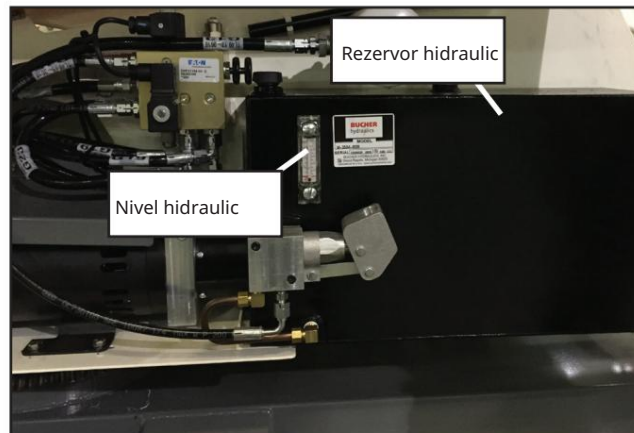

Figura 7 - Rezervor hidraulic
1. Asigurați-vă că platforma aeriană este complet depozitată pe o suprafață plană. Deschideți capacul tăvii hidraulice și verificați vizual nivelul lichidului folosind indicatorul de nivel hidraulic atașat rezervorului hidraulic (consultați Figura 7). Unele aparate pot avea un capac de umplere cu o joja. Lichidul trebuie să fie vizibil pe joja.